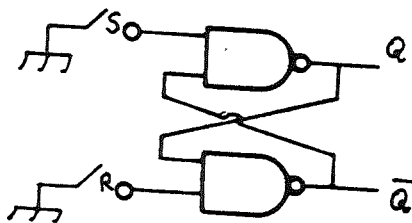

Figura 7.1.
2.1.1. Com as chaves $S = R = 1$ verificar as condições iniciais (Q e \bar{Q}), do flip-flop da figura 7.1.